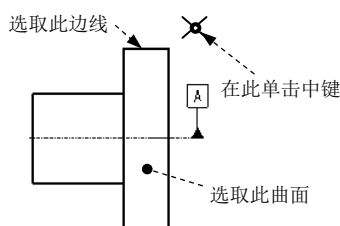

图 5.6.37 定义公差参照 (一)
Step4. 定义公差参照。在 **参考** 区域的 **类型** 下拉列表中选择 **曲面** 选项，选取图 5.6.37 所示的曲面为公差参照。
(1) 在对话框中 **放置** 区域的 **类型** 下拉列表中选择 **法向引线** 选项，在弹出的 **LEADER TYPE (引线类型)** 菜单中选择 **Arrow Head (箭头)** 命令。
(2) 在系统  **选择多边、尺寸界线、坐标系、轴心、多个轴线、曲线、顶点 或截面图元。** 的提示下，选取图 5.6.37 所示的边线为放置位置参照。
(3) 在图 5.6.37 所示的位置单击中键，放置“圆跳动”公差。